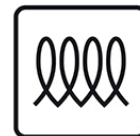

Figura 27: Símbolo de la inducción
- **Acero inoxidable:** conductor lento del calor que proporciona resultados de cocción irregulares. Es duradero, fácil de limpiar y resiste las manchas. Algunos tipos de acero inoxidable no funcionarán en una cubierta de cocción por inducción. Use la prueba del imán (vea la Figura 27) para verificar el utensilio de acero inoxidable.